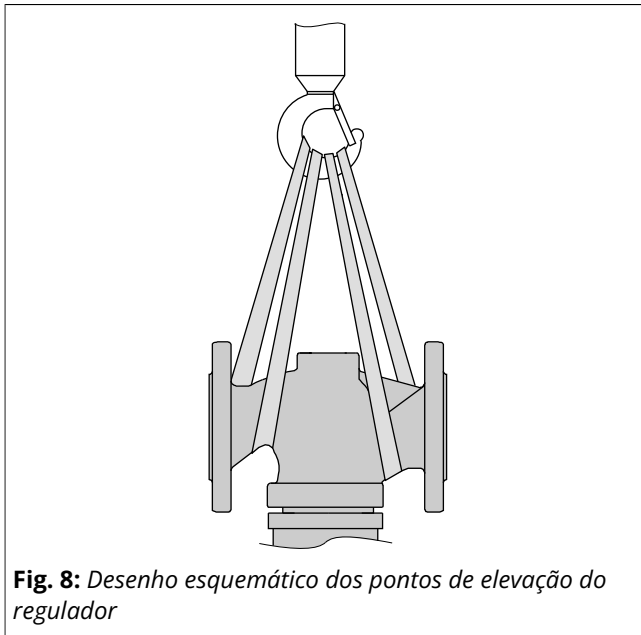

Fig. 8: Desenho esquemático dos pontos de elevação do regulador
- ⇒ Utilize um gancho com trinco de segurança para impedir que as alças deslizem do gancho durante a elevação e o transporte (consulte a Fig. 8).
1. Coloque uma alça em cada flange do corpo e no equipamento de fixação (por exemplo, gancho) da grua ou empilhador (consulte a Fig. 8).